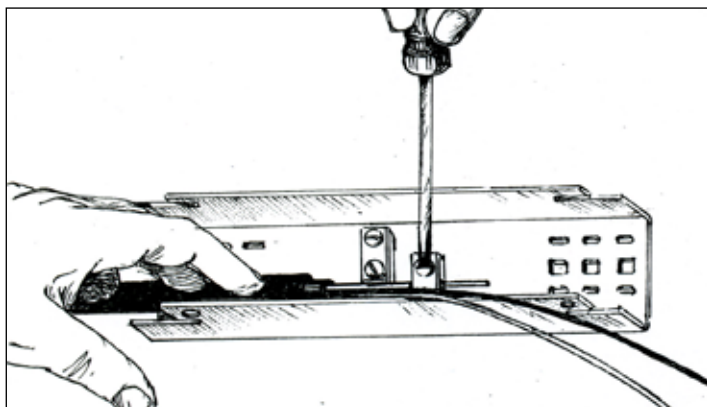

Рисунок. 5.2 - Крепление ЦСЭ
5.8 При помощи отвертки зафиксировать ЦСЭ кабеля прижимной планкой (*рисунок 5.2*). Если ОК имеет синтетические (aramидные) нити, закрепить их совместно с ЦСЭ, лишнюю длину нитей обрезать ножницами для резки синтетических нитей.